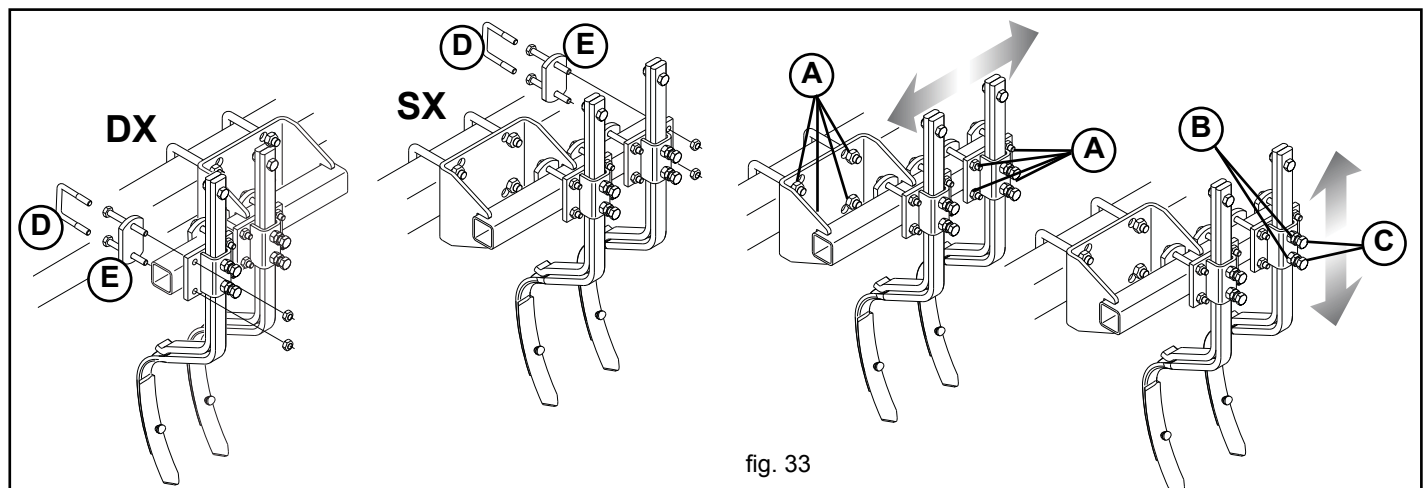

fig. 33
Le zappette vanno posizionate sulla stessa linea dei pneumatici del trattore. Per regolare la posizione delle ancore rompitraccia svitare i dadi (A, Fig. 33), posizionare le ancore e bloccare i dadi. Per regolare la profondità delle ancore, svitare il controdado (B) e la vite (C) Figura 33, dopo aver effettuato la regolazione bloccare la vite e il controdado.
**NOTA per il montaggio (D ed E, Fig. 33):**